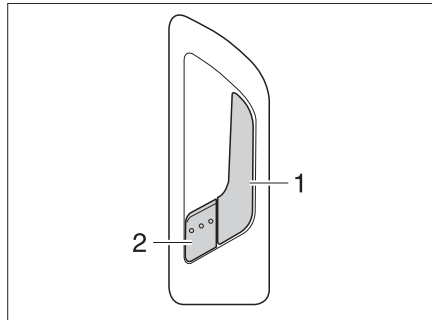

Bild 45 Türschloss Eingangstür, innen
- Am Griff (Bild 45,1) ziehen. Das Türschloss wird entriegelt. Der Sicherungshebel (Bild 45,2) springt automatisch heraus.
- Den Sicherungshebel (Bild 45,2) drücken.